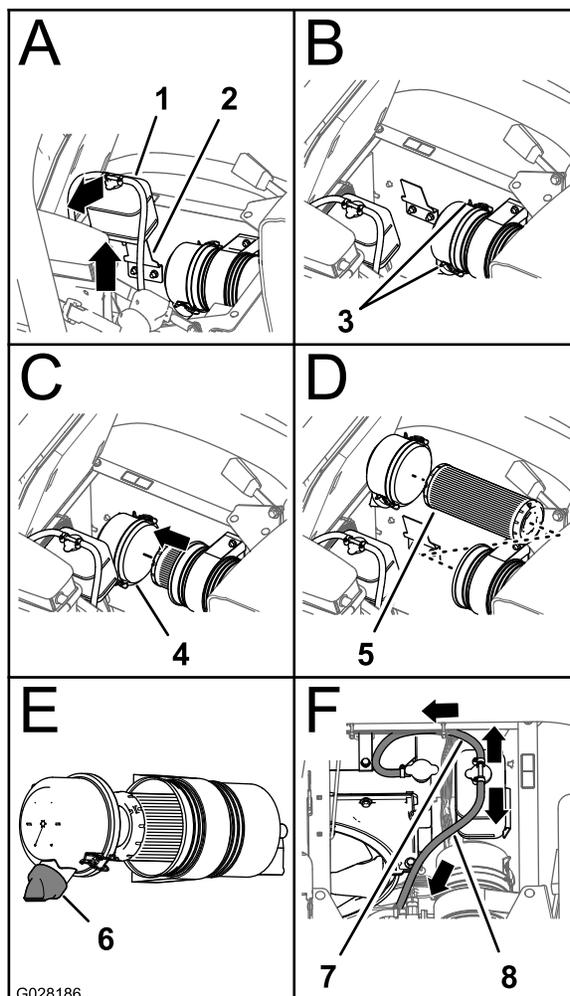

Figura 50
3. Levante o depósito de expansão do líquido de refrigeração e retire-o do suporte do depósito (Figura 50).
4. Solte os 2 trincos que fixam o tampão antipoeira ao corpo do filtro de ar (Figura 50).
6. Limpe o interior do tampão antipoeira, do corpo do filtro de ar e da válvula antipoeira com um trapo húmido (Figura 49 e Figura 50).
7. Introduza o elemento do filtro de ar no corpo do filtro de ar (Figura 50).
8. Instale a cobertura no corpo do filtro de ar e fixe-a com os 2 trincos (Figura 50).
Nota: Certifique-se de que a válvula do pó está alinhada entre a posição das 5 e das 7 horas, quando vista da extremidade (Figura 50).
9. Alinhe o depósito de expansão do líquido de refrigeração com o suporte do depósito e posicione o depósito com firmeza (Figura 50).
Importante: Certifique-se de que a tubagem de descarga da pressão é encaminhada para fora e para baixo e a tubagem de ventilação do depósito é encaminhada para trás, conforme ilustrado na Figura 50.